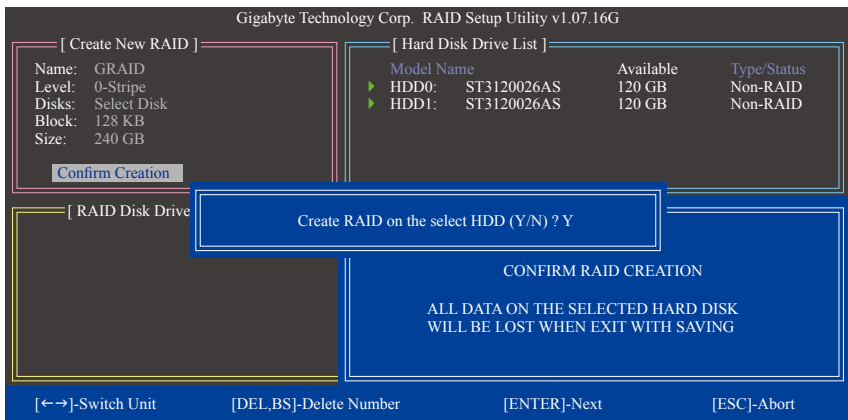

图7
- 确认建立磁盘阵列(Confirm Creation): 完成以上设置后光标将自动跳至「Confirm Creation」项目, 请按<Enter>键, 当确认信息出现时, 确定制作磁盘阵列请按<Y>, 取消请按<N>(图7)。